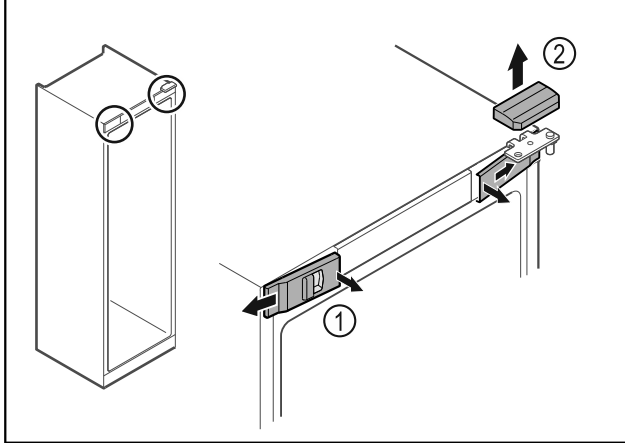

Fig. 7*
- Paina etummaisheet suojukset Fig. 7 (1) sisäpuolelta irti ja ota ne sivukautta pois.*
- Ota ylempi suojuus Fig. 7 (2) yläkautta pois.*